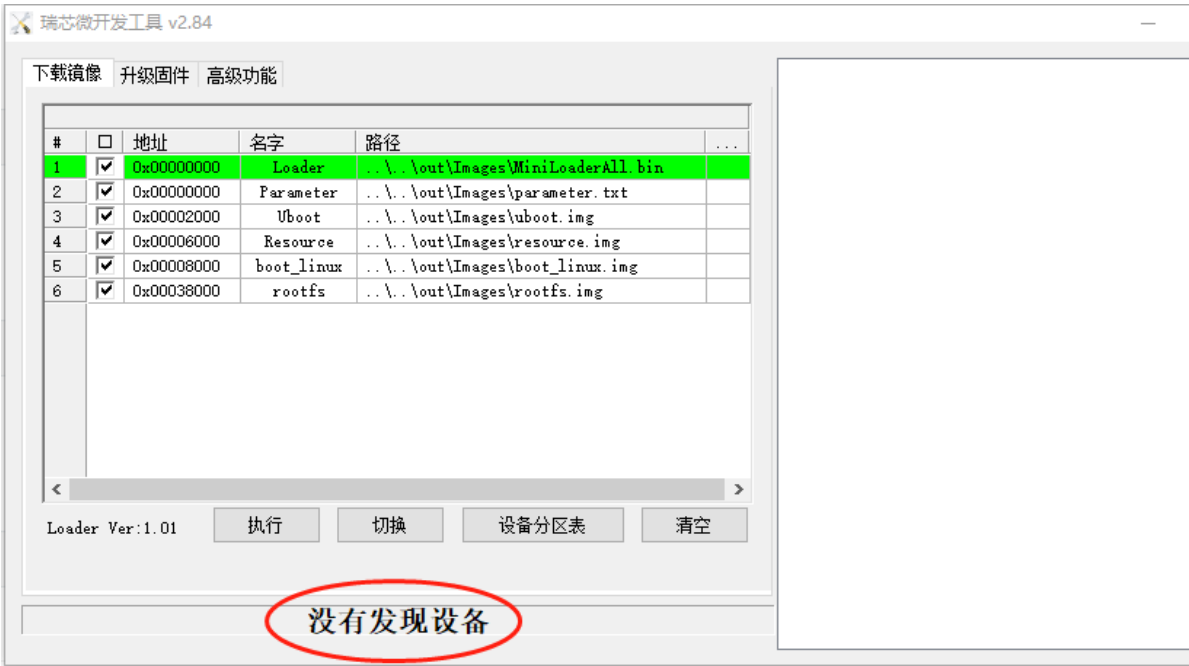

图1-1：没有发现设备
- 没有发现设备（如图1-1所示）：表示开发板未进入烧写模式。